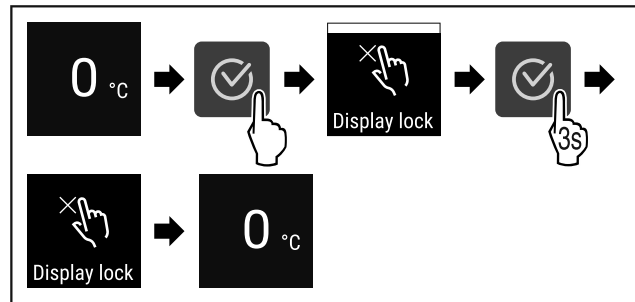

Fig. 77
- ▶ Выполните шаги действия (см. Fig. 77).